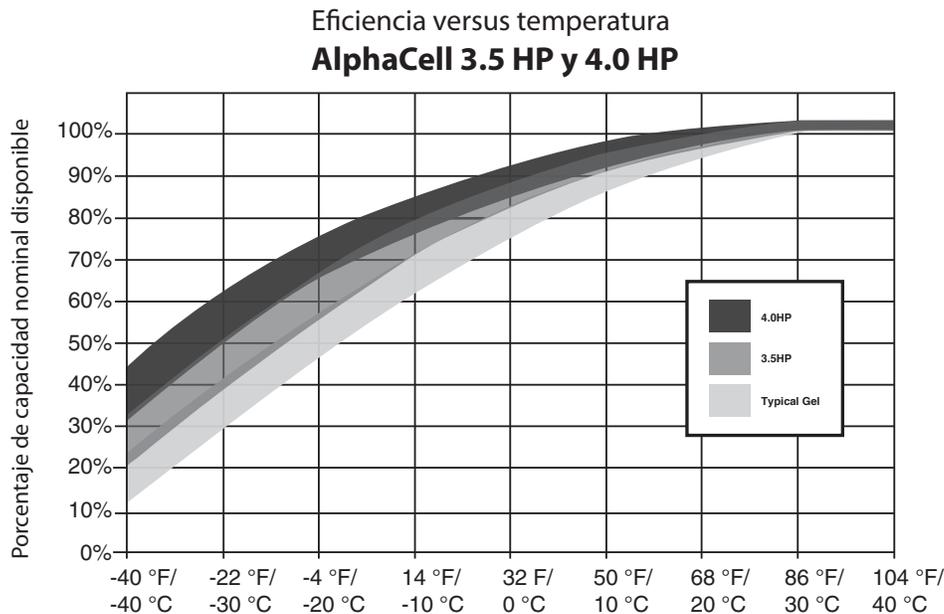

Figura 4: Comparación de la capacidad disponible con la temperatura ambiente
- A medida que las baterías se enfrían, se reduce la capacidad disponible. Esto está relacionado con la energía cinética de las reacciones electroquímicas y la resistividad del electrolito (consulte la Figura 4).